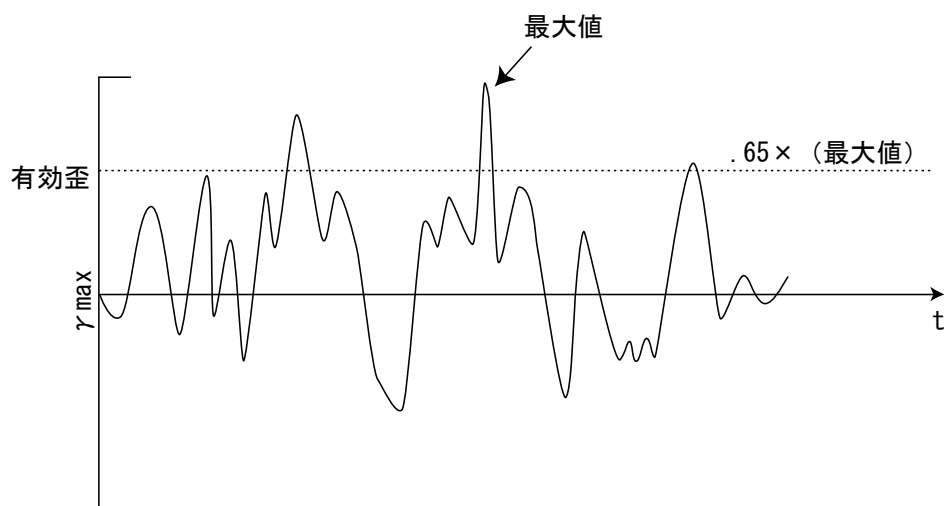

図 6.5 有効歪
- (ii) 応答解析を行い要素の有効歪  $e_{\gamma 1}$  を求めます。ここに有効歪は要素の最大せん断歪  $\gamma_{\max}$  の時刻歴における最大値の 65% (デフォルト値) として計算します (図 6.5)。